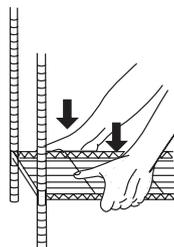

Fig. 3
5. Una vez pasados los cuatro postes a través de los agujeros de esquina sitúe la unidad de estantería hacia arriba, y presione la estantería inferior firmemente sobre los manguitos [Fig. 3].